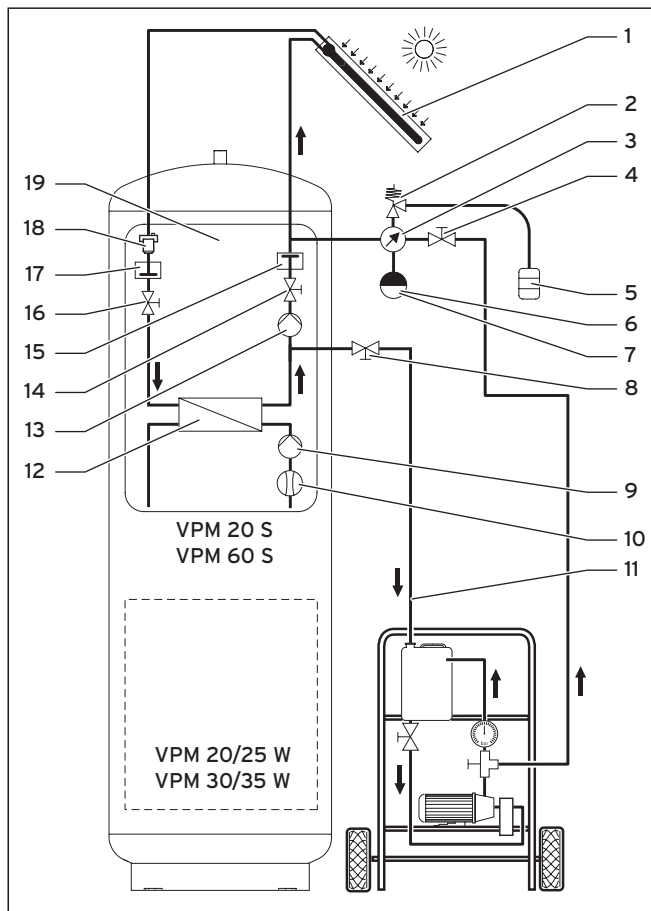

Abb. 5.7 Solarkreis und Befüllereinrichtung
- Öffnen Sie die Füll- und Entleerungsventile (→ 4, 8, Abb. 5.7) an der Solarladestation vollständig, um einen maximalen Volumenstrom sicherzustellen.
- Öffnen Sie das Absperrventil (→ 16, Abb. 5.7) im Solarkreis-Vorlauf der Solarladestation.
- Schließen Sie das Absperrventil (→ 14, Abb. 5.7) im Solarkreis-Rücklauf der Solarladestation.
- Stellen Sie das Absperrventil (→ 14, Abb. 5.7) im Solarkreis-Rücklauf der Solarladestation auf 45° (Rückschlagklappe außer Funktion).
- Lassen Sie die Befüllpumpe weitere 5 Minuten laufen, um den Rohrstrang zwischen Füll- und Entleerungsventil (→ Abb. 5.7), und Absperrventil-Rücklauf (→ 14, Abb. 5.7) zu entlüften.
- Stellen Sie beide Absperrventile (→ 4, 8, Abb. 5.7) in die Betriebsposition (1).
- Schließen Sie die Füll- und Entleerungsventile (→ 4, 8, Abb. 5.7) und stellen Sie umgehend die Befüllpumpe ab.
- Schließen Sie das Füll- und Entleerungsventil (→ 8, Abb. 5.7).